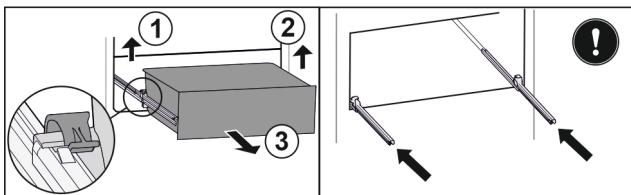

Fig. 95
- ▶ Приподнимите левый зажим и одновременно вытяните движением вперед выдвижной ящик слева. Fig. 95 (1)
- ▶ Приподнимите правый зажим и одновременно вытяните движением вперед выдвижной ящик справа. Fig. 95 (2)
- ▶ Извлеките выдвижной ящик движением вперед. Fig. 95 (3)